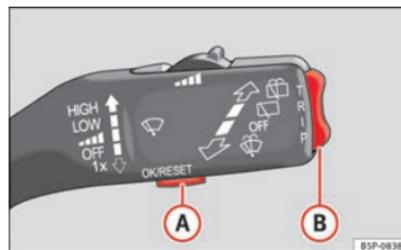

Fig. 43 Levier d'essuie-glace : touches de contrôle.
- Sélectionnez l'option **État du véhicule** dans le menu principal : « Menu principal » et appuyez sur la touche **OK** du levier d'essuie-glace **A** ⇒ fig. 43. **Ou alors :**